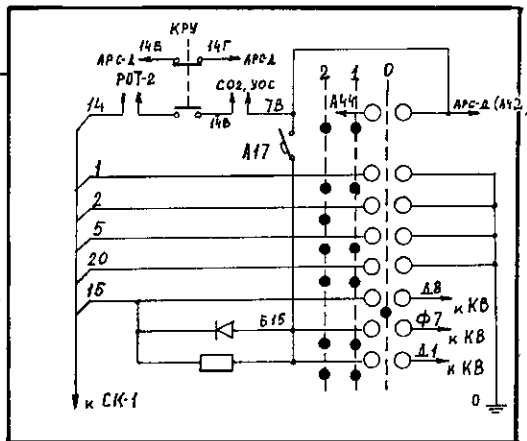

Рис. 129 Схема КРУ.
Схема КРУ представлена на Рис. 129. КРУ имеет два положения и задание режима работы производится реверсивной ручкой КВ путем перевода ее в 1-е или 2-е положение. Этим достигается принудительное поочередное заземление ходовых проводов 1, 2, 5, 20 в КРУ.
- включить АРС-Д и дать отмену торможения кнопкой КВ-2. Произойдет отмена тормоза от АРС-Д, выключатся реле РОТ-1 и РОТ-2. Реле РОТ-2 замкнет свои контакты в цепи 14 провода (Рис. 129).